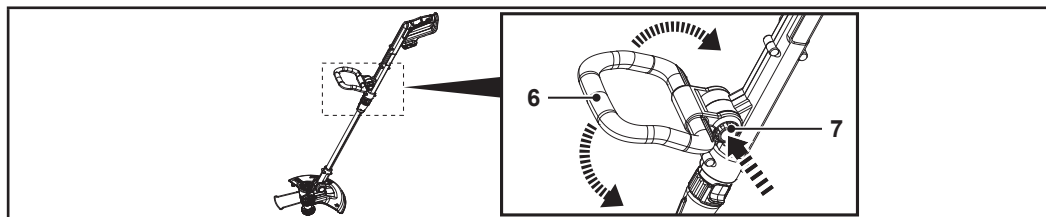

Fig. 5
1. Appuyer sur le verrou de la poignée secondaire (7) (Fig. 5).
2. Régler la poignée secondaire (6) (Fig. 5).
3. Relâcher le verrou de la poignée secondaire (7).
4. S'assurer que la poignée secondaire (6) est bien verrouillée.